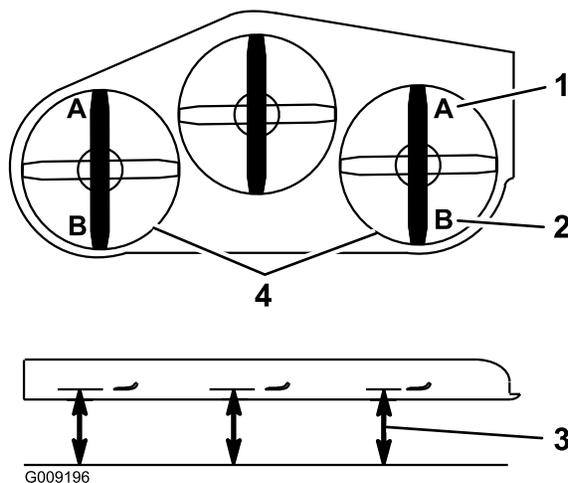

Figura 87
9. En ambos lados de la plataforma, mida desde la superficie nivelada hasta la punta delantera de la cuchilla (Posición A). La medida debe ser de 7,6 cm (3 pulg.) (Figura 87).
15. En ambos lados de la plataforma, mida desde la superficie nivelada hasta la punta trasera de la cuchilla (Posición B). La medida debe ser de 8,3 cm (3-1/4 pulg.) (Figura 87).